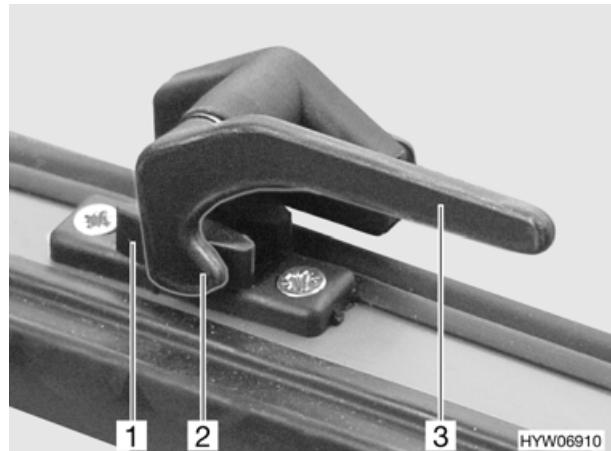

Bild 28 Ausstellfenster, Fenstergriff geschlossen
- Fenstergriff (Bild 28,3) senkrecht stellen oder eine viertel Umdrehung zur Fenstermitte hin drehen.
- Fenstergriff (Bild 28,3) waagrecht stellen oder eine viertel Umdrehung zum Fensterrahmen hin drehen. Die Verriegelungsnase (Bild 28,2) liegt auf der Innenseite der Fensterverriegelung (Bild 28,1).